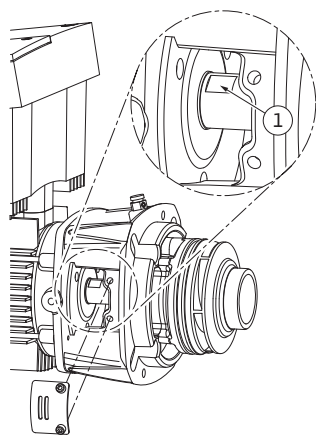

Fig. 51: Поверхности под ключ на валу
15. В окно промежуточного корпуса ввести гаечный ключ (оптимальный размер: 22) и зафиксировать им вал на соответствующих поверхностях (Fig. 51, поз. 1). Открутить гайку рабочего колеса (Fig. 7, поз. 15). Рабочее колесо (Fig. 7, поз. 16) автоматически снимается с вала.
24. При монтаже рабочего колеса в окно промежуточного корпуса ввести гаечный ключ (оптимальный размер: 22) и зафиксировать им вал на соответствующих поверхностях (Fig. 51, поз. 1).